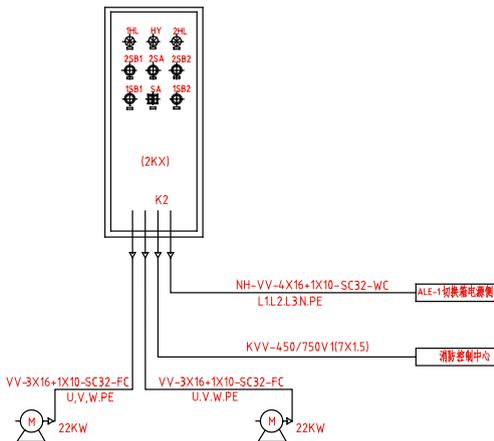

图3-50 图形效果
- 08 选择绘图区中的所有文字，将其切换至【文字】图层，其图形效果如图3-50所示。